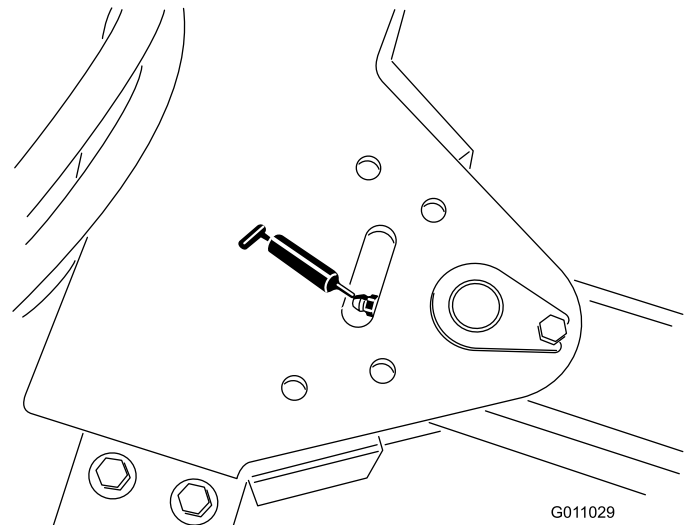

Figura 33
- Pivote del enganche (1) (Figura 33).